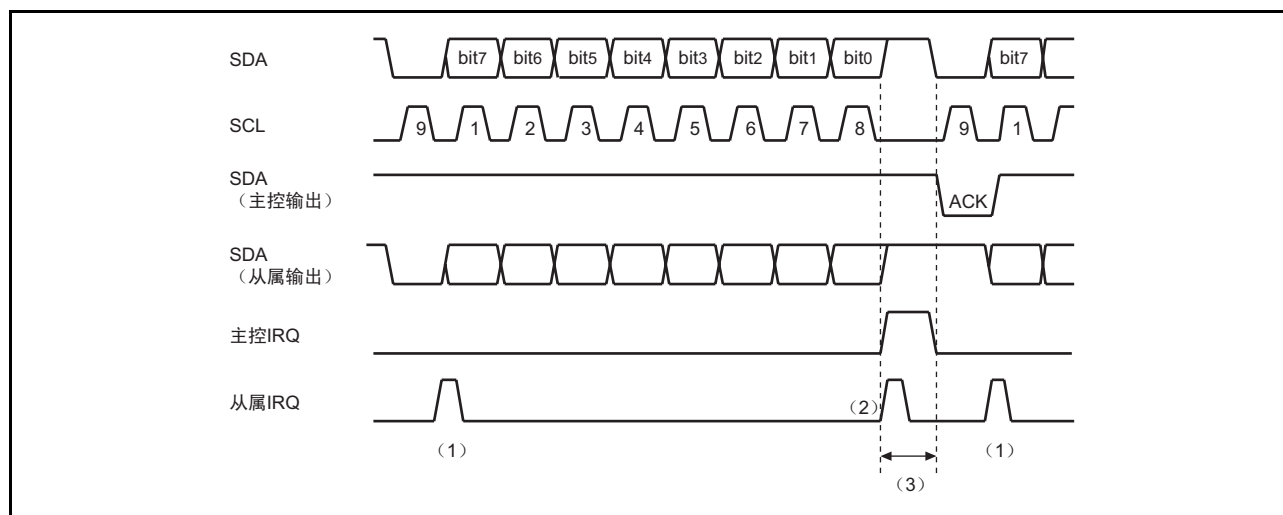

图 16.10 数据接收模式的运行时序
主控接收模式中的数据接收步骤和运行如下所示，主控数据接收模式的时序图如图 16.10 所示。将主控控制寄存器的 MDBS 位置位，使 IIC 以单缓冲器模式运行。
2. 通过数据传送方向的信号，从属设备自动进入数据传送模式，与主控设备的 SCL 时钟同步，发送 1 字节数据。主控设备在第 8 个时钟（图 16.10（2）所示的时序）生成 MDR（bit1）的中断。必须在主控设备读接收数据后清除 MDR 位。如果该中断处理延迟，为了暂停数据发送，主控设备就延长 SCL 期间（图 16.10（3）所示的时序）。
3. 通过表示 1 字节数据传送结束的 SDT（bit2），从属设备在第 8 个时钟（图 16.10（2）所示的时序）产生中断；通过表示数据空的 SDE（bit3），在第 9 个时钟（图 16.10（1）所示的时序）产生中断。必须在给 TXD 写从属发送数据后清除 SDE。
在时钟下降后生成图 16.10 的时序 (1) ~ (3)。